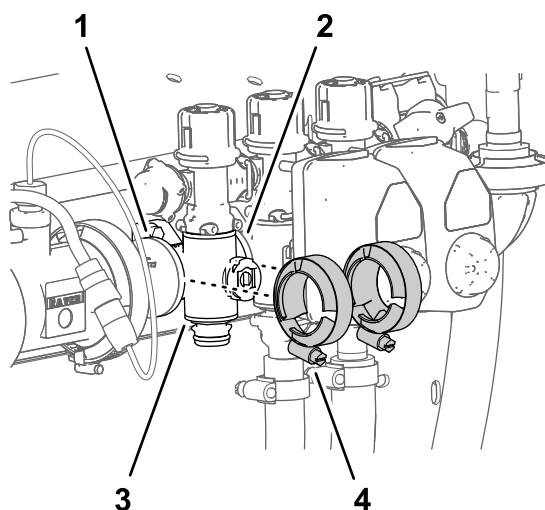

Figure 121
4. Fixez légèrement les colliers bride que vous avez déposés à la section Dépose de la valve de collecteur de section de rampe \(page 86\) sur les brides du collecteur de vanne de section et les brides des autres vannes de section et/ou adaptateur d'accouplement (Figure 121).
- Serrez les 2 colliers bride à la main (Figure 121).